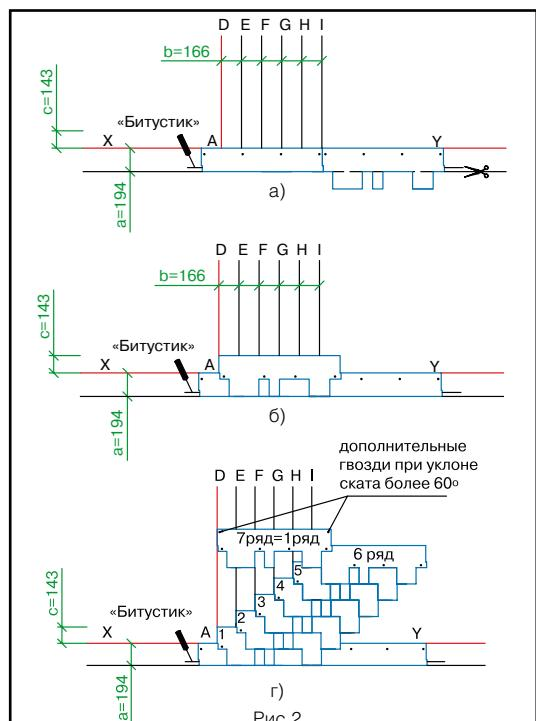

Рис. 2
## Укладка материала (рис. 2)
- Начальный ряд формируется из листов черепицы ГОТИК с обрезанными лепестками. Полученные таким образом полосы шириной 19,4 см укладываются по линии карниза в обе стороны от линии I (рис. 2а) и фиксируются по нижнему краю битумной мастикой «Битустик», а по верхней кромке 4 гвоздями (ось гвоздей на 5 см ниже верхнего края полосы);
- далее первый ряд черепицы укладывается от линии AD (рис. 2б);
- второй ряд укладывается от линии E (со смещением 16,6 см от AD) (рис. 2в);
Каждый лист черепицы ГОТИК крепится 4 гвоздями таким образом, чтобы гвоздь прошивал и верхний край низлежащего листа черепицы (рис. 2б).